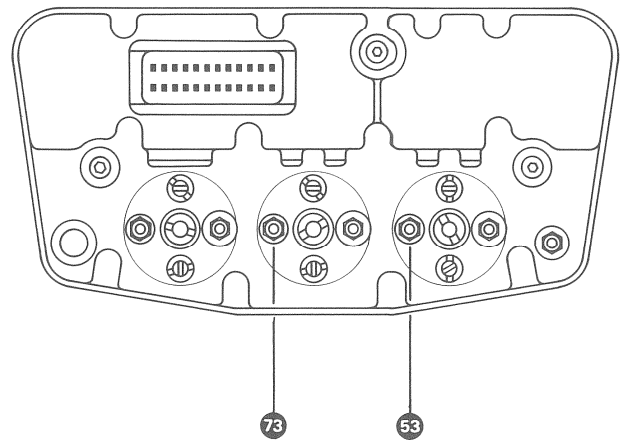

Fig. 7.4.-6
8. Mit Mutter **73** (Fig. 7.4.-6.) Aufnahmekopf auf maximalen Ausgangspegel einjustieren. (Anzeigeverzögerung beachten, deshalb besonders langsam einstellen).